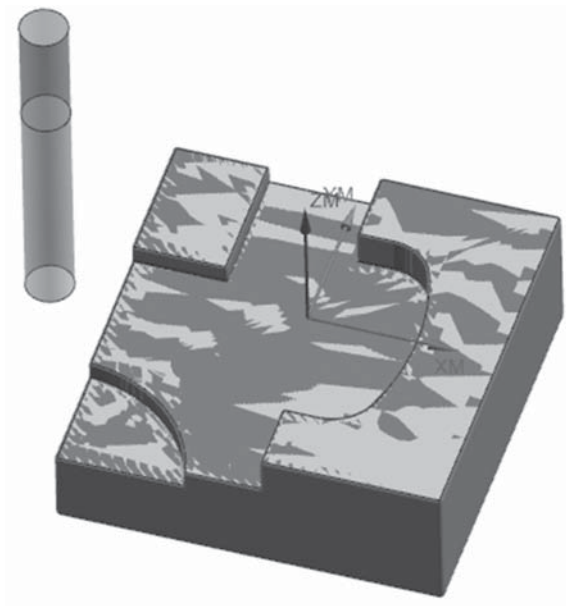

图 2-1-43 加工仿真
(5) 单击“刀轨设置”对话框中的 (进给率和速度) 图标, 进入“进给率和速度”对话框, 在“主轴速度”区域中, 勾选 图标, 在文本框中填入 2500, 在“进给率”区域中的“切削”文本框中填入 2000, 单击 图标进行计算, 单击“确定”按钮返回“手工面铣”界面。
(6) 单击“操作”区域中的 图标进行计算, 再单击 图标, 进入“刀轨可视化”对话框。单击“3D 动态”图标进行 3D 仿真操作, 把“动画速度”调整到 2, 便于观察。单击 图标进行仿真, 如图 2-1-43 所示。确认无误后, 单击两次“确定”按钮后完成工序创建。